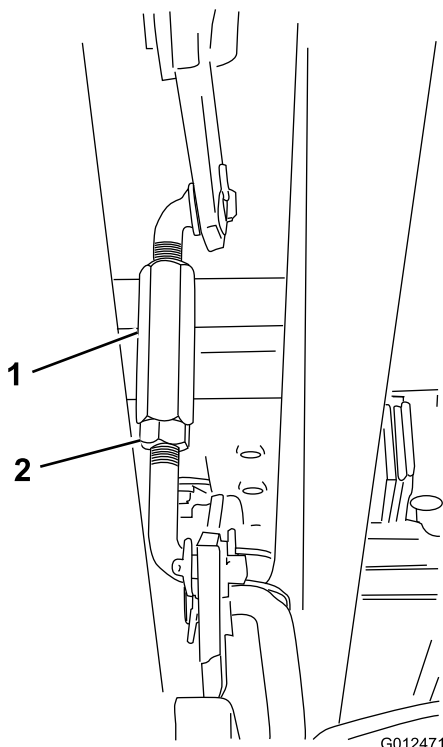

Figura 47
8. Allentate il controdado all'estremità del tenditore (sul lato destro della macchina; fate riferimento a Figura 47) e regolate il controdado stesso in modo che la distanza tra la punta anteriore della lama sinistra e la superficie piana sia 55 mm.